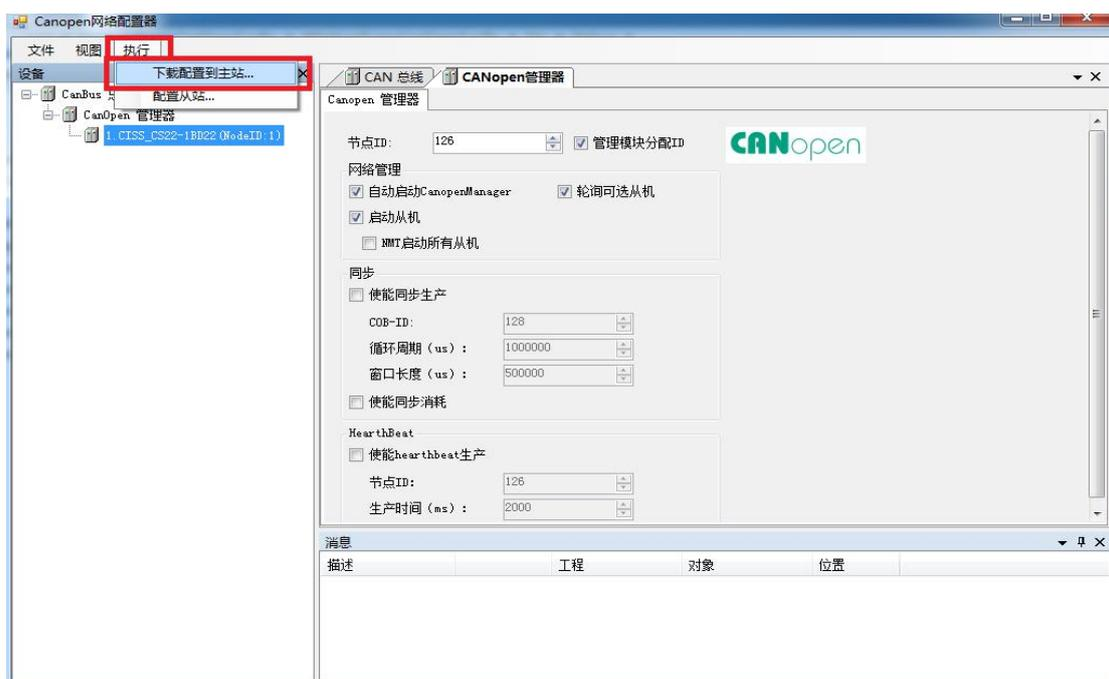
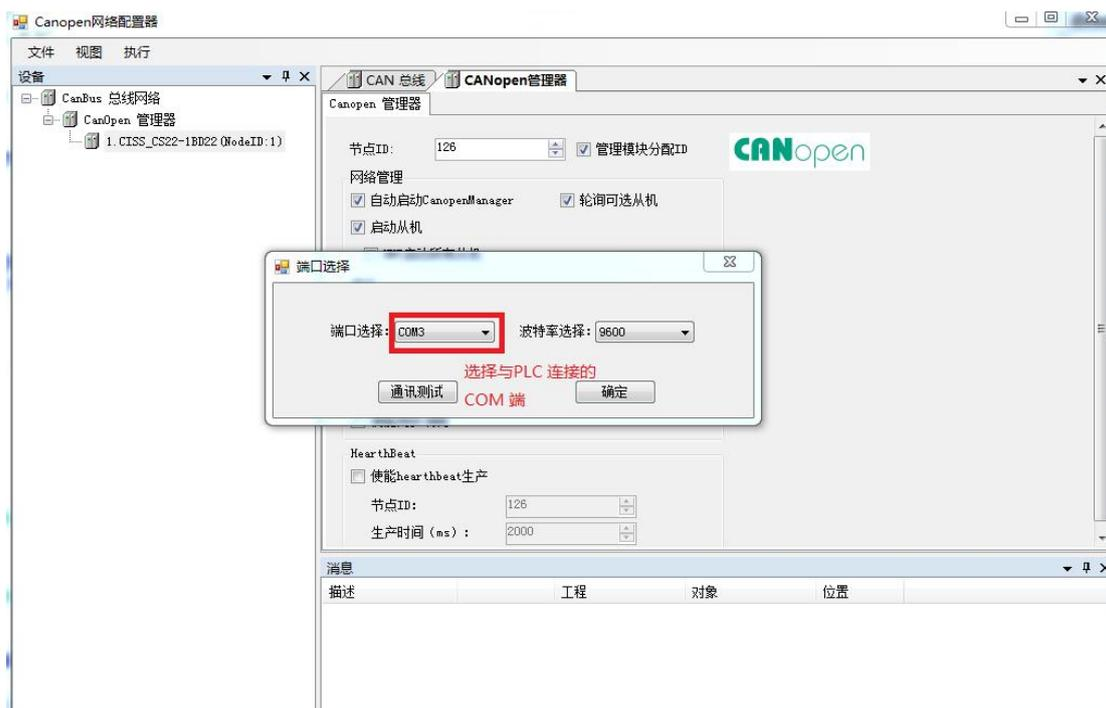

图4.6 下载配置
图4.7 下载端口配置
4、下载配置。在主界面中点击“执行”——》“下载配置到主站”，如图4.6所示，如果没有保存配置文件则会弹出保存配置文件窗口。保存过后，会弹出端口选择窗口，此时选择与PLC连接编程线的COM端，波特率选择9600。点击确定可进行下载，如图4.7。下载完成后重启PLC，即可进行工作。